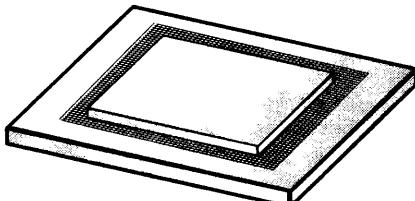

Рис. 2.
6. Обрезаем пласт по нужному нам размеру — 450x300 мм. Пласт должен быть везде одинаковой толщины, не более 7–8 мм (рис. 2).